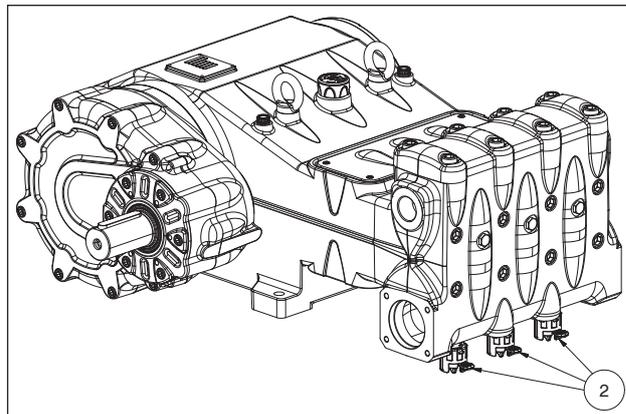
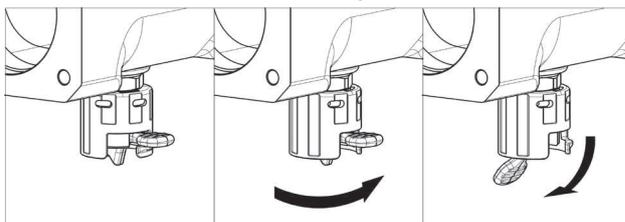

Fig. 9
Fig. 10
**Em caso de armazenamento prolongado ou inatividade por longos períodos, verifique o bom funcionamento das válvulas de aspiração, abrindo os três dispositivos levantadores (veja pos. ② Fig. 9). Certifique-se de ter fechado as válvulas antes de acionar a bomba. Para as posições de “trabalho” e de “repouso”, veja Fig. 10.**